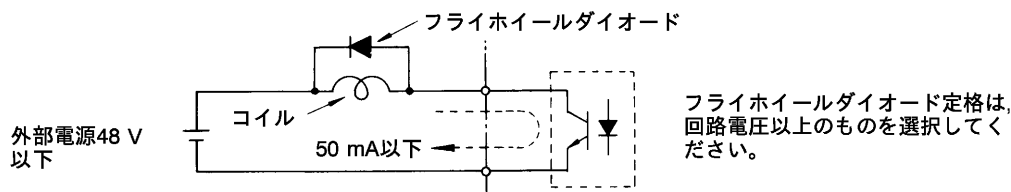

図 2.20 フライホイールダイオードの接続
* 2 リレーのコイルなどのリアクタンス負荷を駆動する場合は、必ず図 2.20 のフライホイールダイオードを挿入してください。